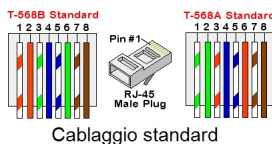

Figura 17: Cablaggio standard
- c. Inserire gli otto fili in un connettore RJ45 (vedi *Figura 17*).
7. Sul lato switch/router, utilizzare un cavo pre-crimpato o utilizzare uno strumento per crimpare e preparare un connettore di comunicazione RJ45: Inserire gli otto fili nel connettore RJ45 nello stesso ordine descritto precedentemente (vedi *Figura 17*).